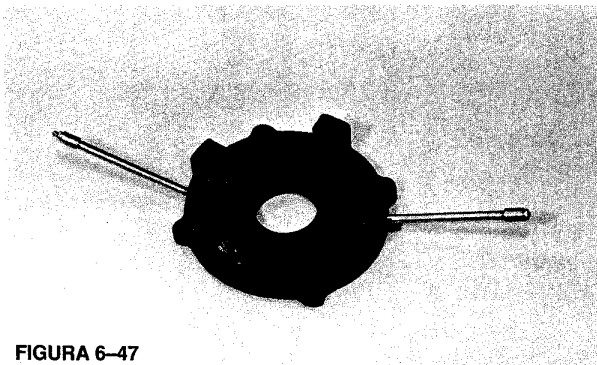

FIGURA 6-47
1. Quite los tubos de llenado y vaciado de grasa y los tapones de grasa de la tapa exterior del cojinete. (Figura 6-47.)